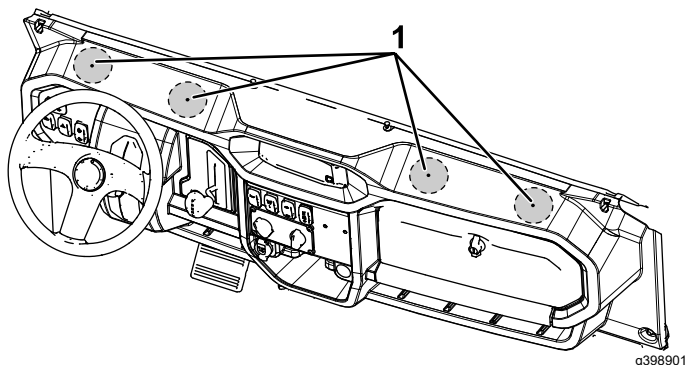

Figura 14
1. Localize as quatro reentrâncias piloto de furação no topo do painel de instrumentos (Figura 14) e faça quatro furos (76 mm) diretamente sobre as reentrâncias piloto.